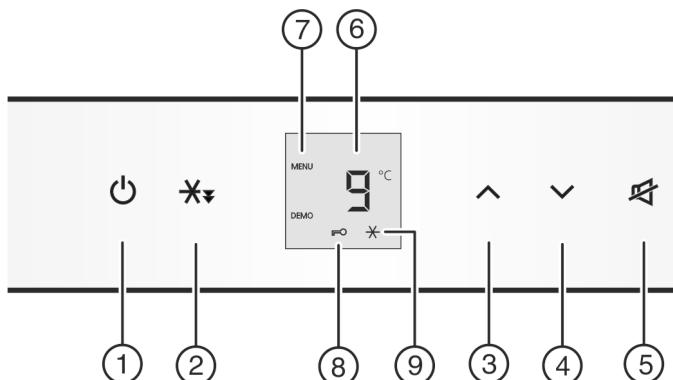

Fig. 2
- Appuyer sur la touche On/Off Fig. 2 (1).
- Activer le mode de réglage : Appuyer sur la touche de refroidissement rapide Fig. 2 (2) pendant 5 s environ.
- Pour activer la sécurité enfants, appuyer brièvement sur la touche de refroidissement rapide Fig. 2 (2).
- Le symbole Sécurité enfants Fig. 2 (8) est allumé. L'affichage **c** clignote.
- Pour désactiver la sécurité enfants, appuyer brièvement sur la touche de refroidissement rapide Fig. 2 (2).
- Le symbole Sécurité enfants Fig. 2 (8) s'éteint. L'affichage **c** clignote.
- Désactiver le mode de réglage : appuyer sur la touche On/Off Fig. 2 (1).
- Appuyer sur la touche Alarme Fig. 2 (5).
- ▶ Augmenter la température : appuyer sur la touche de réglage Up Fig. 2 (3).
- ▶ Diminuer la température : appuyer sur la touche de réglage Down Fig. 2 (4).
- ▶ Appuyer brièvement sur la touche refroidissement rapide Fig. 2 (2).
- ▶ Le symbole refroidissement rapide Fig. 2 (9) s'allume sur l'affichage.
- ▶ Le symbole refroidissement rapide Fig. 2 (9) s'éteint sur l'affichage.